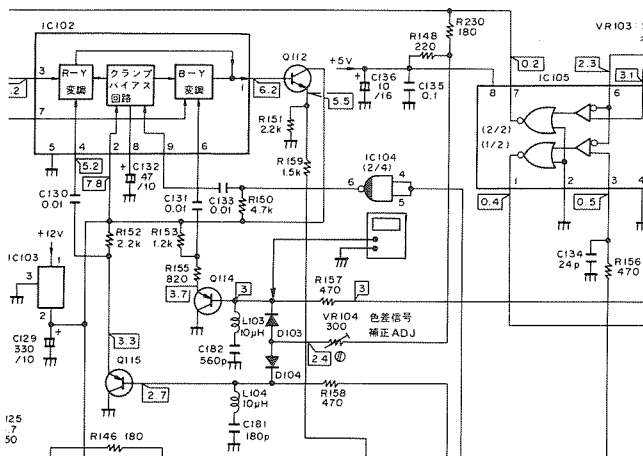

図9.2 色差信号補正部調整
1. 2現象オシロスコープを図9.2に示すように接続する。
4. VR104を調整し、B-Y信号のオーバーレイフラグの部分が白レベルと同じになるようにする(写真9.1②参照。(IC105の7番ピンよりの出力でオーバーレイフラグの部分を平坦にし白レベルと同じレベルにする)。